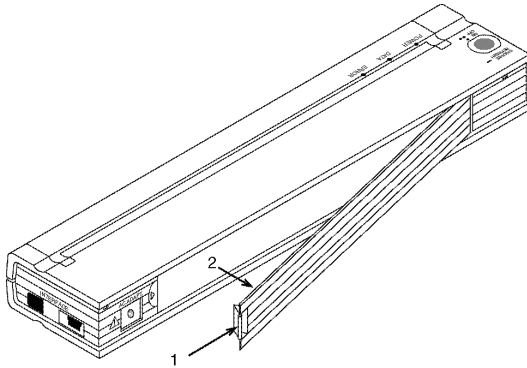

Abbildung 10. Öffnen der Akkuabdeckung
1. Öffnen Sie die Akkuabdeckung des Druckers, indem Sie auf den Abdeckungsriegel drücken. Ziehen Sie die Abdeckung vom Netzteil weg. Siehe Abbildung 10.